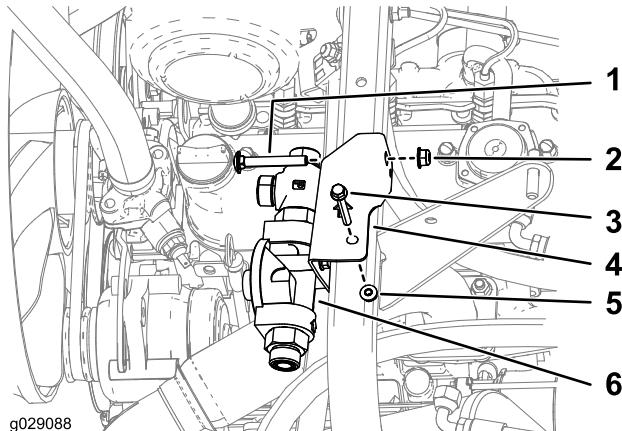

Figura 12
- Prenda o conjunto do filtro hidráulico à estrutura como se mostra na Figura 12.